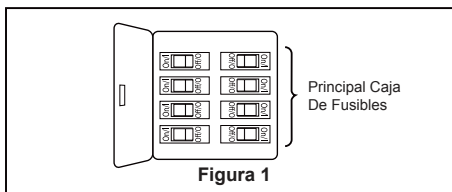

Figura 1
Uso de perfil bajo (Figura 1)
- ☐ 1. Extraiga la pieza de la bola colgante de la unidad de la bola colgante / varilla aflojando el tornillo de presión de la bola colgante hasta que la bola se libere de la varilla. Retire el pasador del barral y luego extraiga la semiesfera. Conserve el pasador y la semiesfera para su reinstalación en el Paso 7. (Figura 1)
Para evitar una posible descarga eléctrica, asegúrese de cortar la alimentación eléctrica de la caja de fusibles principal antes de colgar el ventilador. (Figura 1)
1. Para configurar el código de unidad del receptor. Deslice los interruptores de código a las mismas posiciones que en el transmisor. (Figura 1)
- ☐ 1. Instale la cubierta rotando la ranura clave en la cubierta sobre el tornillo de hombro del soporte del gancho, teniendo cuidado de no pillar los cables. Fije el tornillo de hombro. Instale adecuadamente y fije el segundo tornillo de hombro que fue anteriormente guardado. (Figura 1)
- ☐ 1. Deslice con cuidado las aspas a través de la ranura, como se muestra. Asegure bien las tres aspas con tornillos con cabeza de dentada con arandelas de plana. No ajuste demasiado. (Figura 1)
- ☐ 1. Extraiga uno de los tres tornillos del soporte ubicado en la parte interior de la unidad del motor. Guárdelos para después y afloje levemente los otros dos tronillos. (Figura 1)
- ☐ 1. **IMPORTANTE:** El uso de un regulador de la intensidad completa (no incluido) para controlar la velocidad del ventilador dañará el dispositivo. Para reducir el riesgo de incendio o descarga eléctrica, no utilice dicho regulador para controlar la velocidad del ventilador. (Figura 1)